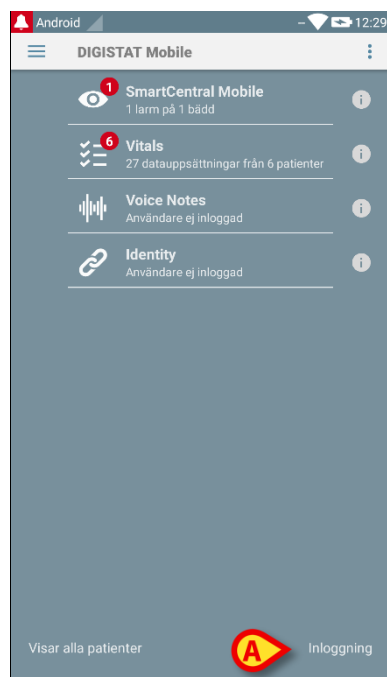

Fig. 12
- Tryck på **Inloggning** i det nedre högra hörnet på skärmbilden Programlista (Fig. 12 A)